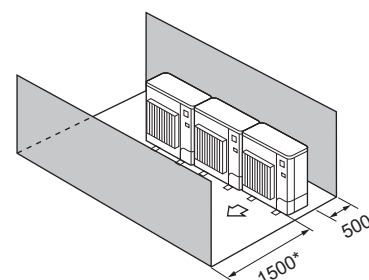

Fig. 2-16
(4) Kun forhindringer foran og bagved (Fig. 2-16)